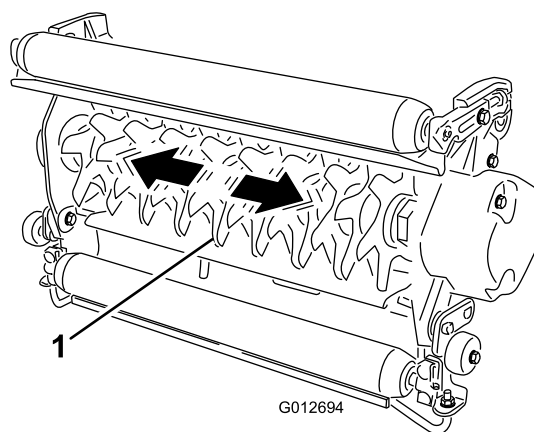

図 9
1. リールシャフトをつかみ、リールアセンブリを左右に揺すってガタがあるかどうかを調べる（図 9）。